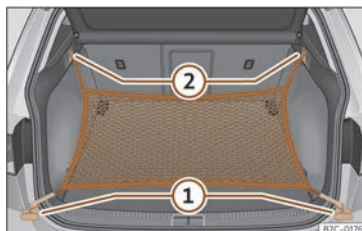

Fig. 170 În portbagaj: inele ① și cârlige ② pentru fixarea plasei pentru bagaje.
- Fixați cârligele scurte ale plasei de inelele de ancorare >>> **fig. 170** ① >>> ⚠. Fermoarul bagajelor trebuie îndreptat în sus.
- Fixați chingile în cârligele plasei ②.